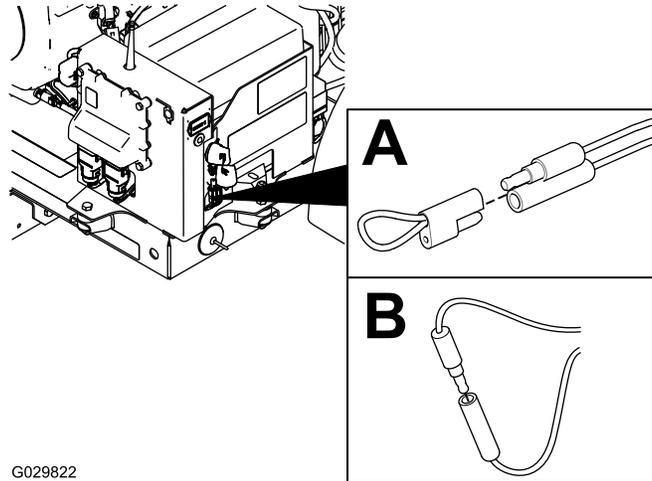

Figura 34
2. Retire a tampa dentada dos dois conectores de diagnóstico do shunt (Figura 34, A).
3. Ligue os conectores de diagnóstico do shunt em conjunto (Figura 34, B).